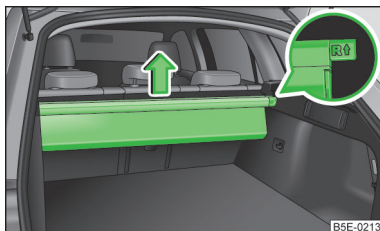

Fig. 94
- ▶ Scoateți cutia multifuncțională din punctele de fixare, în sensul săgeții » fig. 94.
- ▶ La montare, împingeți capătul marcat cu **R** ↑ al baghetei în punctul de fixare din dreapta, iar capătul marcat cu **L** ↑ al baghetei în punctul de fixare din stânga. Săgețile trebuie să indice spre înainte » fig. 94.